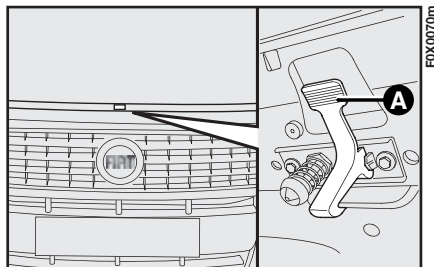
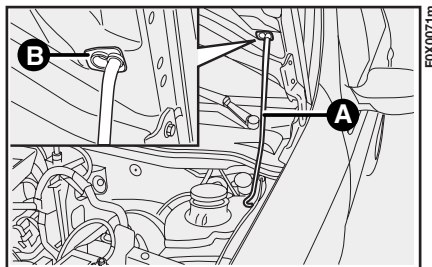

fig. 89
fig. 90
- 2) Agendo sulla la levetta A-fig. 89 sollevare il cofano impugnandolo centralmente e contemporaneamente liberare l'asta di sostegno A-fig. 90 dal proprio dispositivo di bloccaggio.
- 1) Tenere sollevato il cofano con una mano e con l'altra togliere l'asta A-fig. 90 dalla sede B e rimetterla nel proprio dispositivo di bloccaggio.